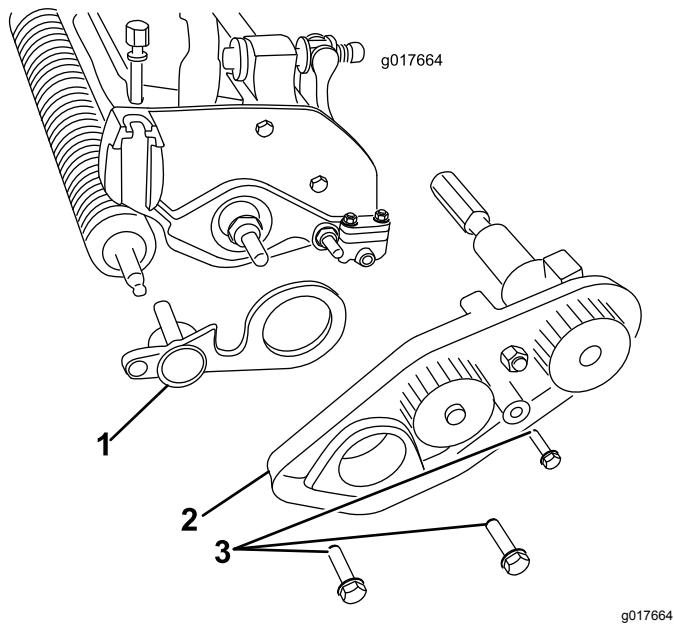

Bild 5
10. Entfernen Sie die drei Schrauben, mit denen der Riemenantrieb an der Schneideinheit befestigt ist, und nehmen Sie alle Teile ab (Bild 5).
21. Setzen Sie das andere Ende der Groomerwelle in die linke Stützplatte (Bild 5).
22. Befestigen Sie den Spindelriemenantrieb mit den vorher entfernten Schrauben und stellen Sie sicher, dass sich die Seitenplatte ungehindert drehen kann (Bild 5).